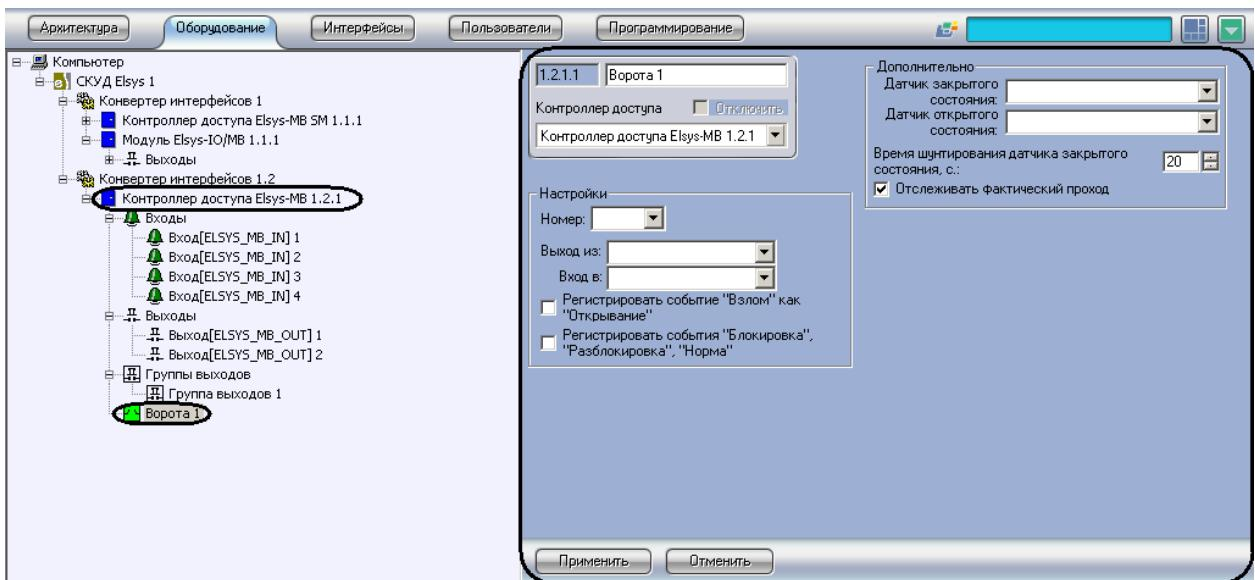

Рис. 3.4-13 Создание объекта Ворота
1. Создать на базе объекта **Контроллер доступа Elsys-MB** объект **Ворота** (Рис. 3.4-13).